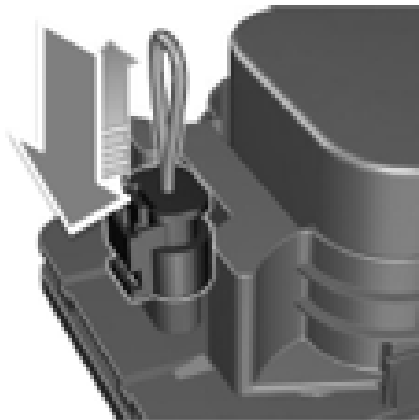

Figure 5 - Boucle de verrouillage haute tension
- Assurez-vous que la boucle de verrouillage haute tension est correctement en place sur chaque batterie (figure 5).